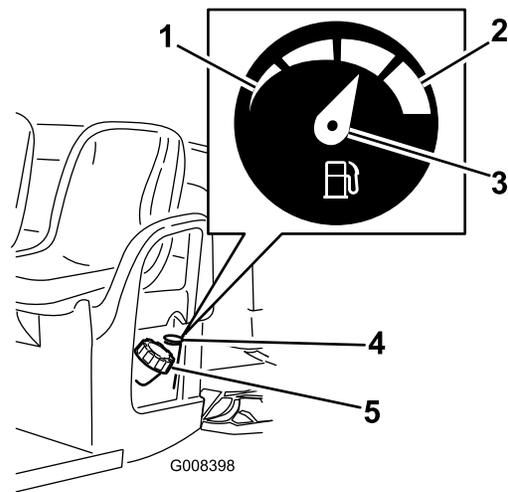

Figure 10
2. Nettoyez la surface autour du bouchon du réservoir de carburant (Figure 10).